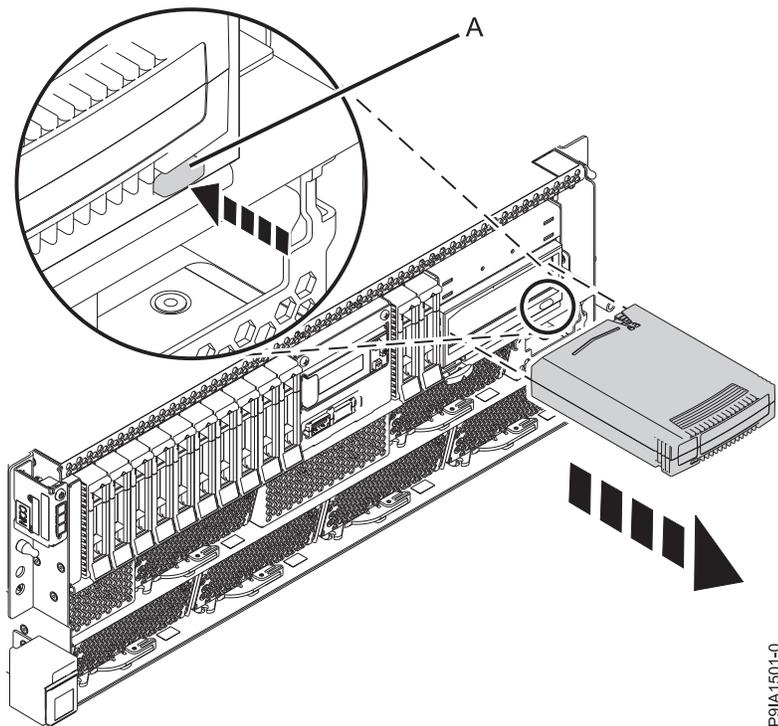

Figura 29. Vista frontal de uma estação de acoplamento RDX interna e da unidade de disco removível
3. Pressione o botão de ejeção da unidade de disco RDX interna que é mostrado na Figura 29.